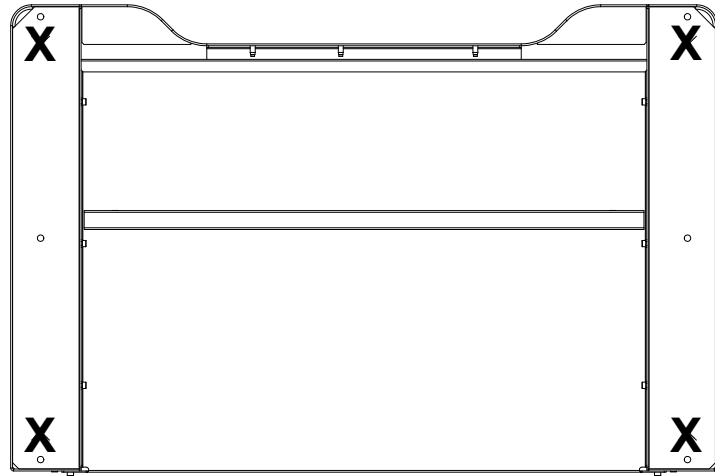

Figura 19. Cara inferior del bastidor ilustrando la ubicación de las patas
6. Localice las patas del bastidor que se hayan retirado para atornillar el bastidor al patín y vuelva a montarlas en los lugares indicados en Figura 19 en la página 69.